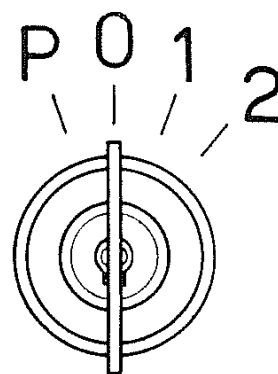

Fig. 33
- Introdurre la chiave nel quadro comando avviamento e ruotarla in posizione **1** (fig. 33).
- Nel caso che la macchina debba rimanere ferma con accese le luci di ingombro, ruotare la chiave del quadro avviamento nella posizione **P** (fig. 33).